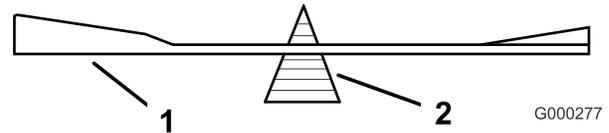
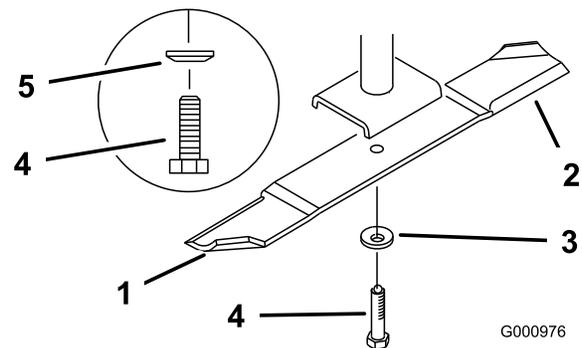

Figure 82
Figure 83
2. Retirez le boulon, la rondelle élastique et la lame de l'axe (Figure 83).
2. Vérifiez l'équilibre de la lame en la plaçant sur un équilibreur (Figure 82). Si la lame reste horizontale, elle est équilibrée et peut être utilisée. Si la lame est déséquilibrée, limez un peu l'extrémité de la partie incurvée seulement (Figure 83). Répétez la procédure jusqu'à ce que la lame soit équilibrée.
1. Placez la lame sur l'axe (Figure 83).
2. Installez la rondelle élastique et le boulon de la lame. Le cône de la rondelle élastique doit être dirigé vers la tête du boulon (Figure 83). Serrez les boulons de lame à un couple de 115 à 149 Nm.